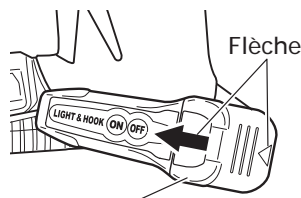

Fig. 11
Retirer le cache du crochet en appuyant dessus dans le sens de la flèche. (Fig. 11)
- (2) Retirer les piles usées et insérer des piles neuves. Les aligner sur le crochet et disposer les bornes positive (+) et négative (-) correctement. (Fig. 11)
- (3) Aligner la découpe du corps principal du croc sur la saillie du cache du crochet, appuyer su cache du crochet dans le sens contraire à celu la flèche de la Fig 11, puis resserrer la vis. Utiliser des piles AAAA (1.5 V) en vente dan commerce.